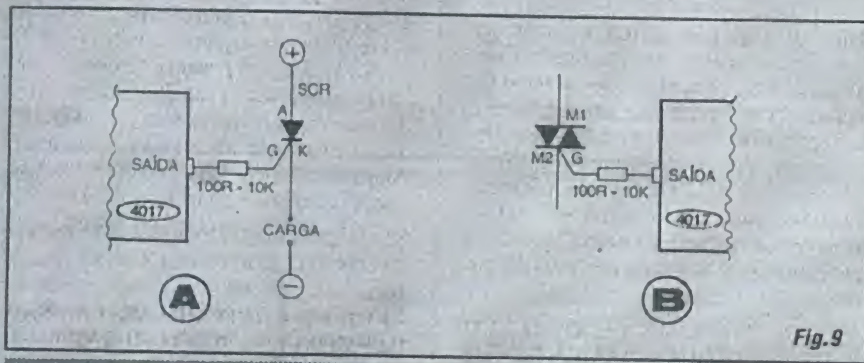

Fig. 9
- FIG. 9-A - ACIONANDO TIRÍSTORES - Um SCR (Retificador Controlado de Silício, de "mão única"...) também pode ser acionado pelas Saídas de um 4017, eventualmente com a intermediação de um resistor dimensionador da Corrente de *gate* (terminal de "gatilho" do tiristor...). Lembrar que - como sempre ocorre nesses circuitos de controle - a linha de "terra" deve ser *comum* aos módulos circuitais... Dessa forma, Correntes, Tensões e Potências no ramo "tiristorizado" do circuito *podem* ser radicalmente diferentes dos correspondentes parâmetros inerentes ao C.MOS...
- FIG. 9-B - TAMBÉM TRIACs... - Os tiristores de "mão dupla", ou TRIACs (que são capazes de chavear cargas em onda completa, sob C.A.) também podem ser "gatilhados" pelas Saídas de um 4017... Notem que as estruturas mostradas em 9-A e 9-B substituem, em muitos casos, de forma totalmente em "estado sólido", os arranjos com relês anteriormente exemplificados, no comando de cargas realmente "pesadas", seja sob C.C., seja sob C.A.! Centenas de Volts ou milhares de Watts podem, assim, confortavelmente ser sequenciados pelas 10 Saídas de um 4017, em organizações circuitais  *muito*  utilizadas (os Leitores/Hobbistas de APE já devem ter visto, nas páginas de Revista,  *muitas*  montagens práticas que recorrem a tais sistemas, inclusive no controle de lâmpadas de alta Potência...). Não esquecer que também com TRIAC, e este (com a respectiva carga...) sob C.A., a linha de "terra" deve ser *comum* aos módulos circuitais, para que o C.MOS possa polarizar corretamente o dispositivo de Potência...